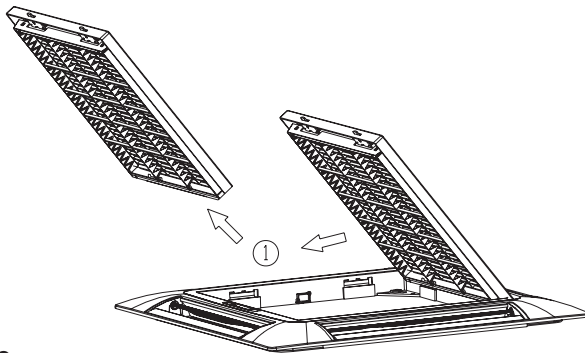

Figure 23
2. Avec la grille totalement ouverte, retirez la grille selon la direction indiquée en figure 23